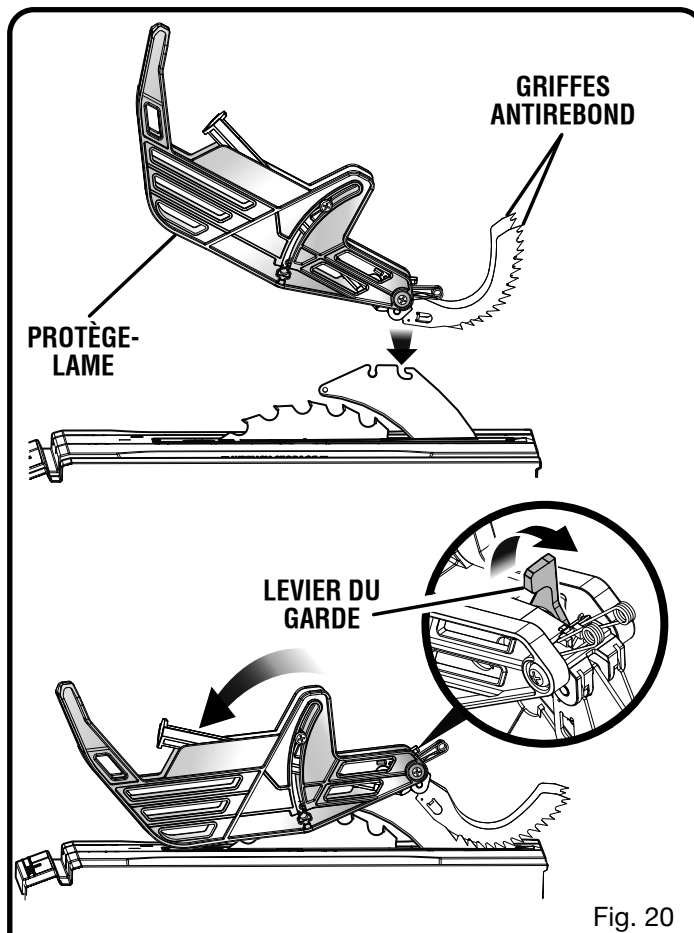

Fig. 20
Voir les figures 20 et 21.
- Avec le devant du protège-lame à élevé, abaisser le dos du garde dans le trou arrière le couteau diviseur comme illustré. Abaisser l'avant du garde jusqu'à ce que la barre à l'intérieur du garde soit **parallèle à la table** (voir la figure 20). Si la barre n'est pas parallèle à la table, le couteau diviseur n'est pas en position « en haut ».